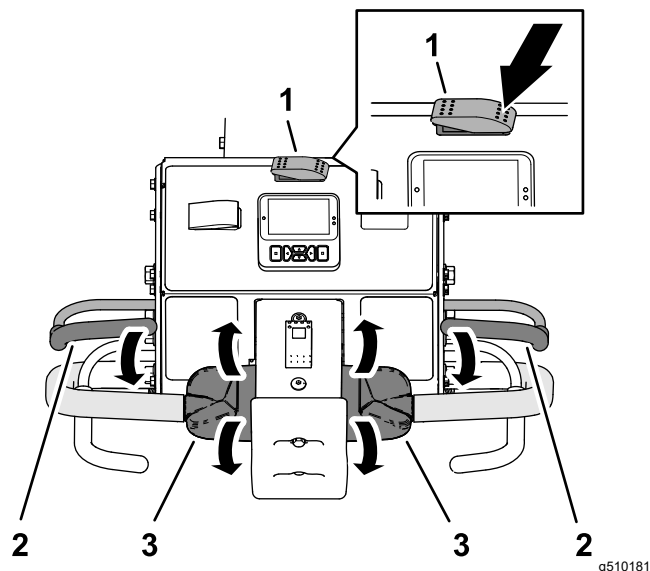

図 76
3. 移動走行・エアレーションスイッチの左側を押して移動走行位置にする 図 76。
5. 左または右のハンドルバーとオペレータベイルをつかんで図 76 ベイルを握り込む。